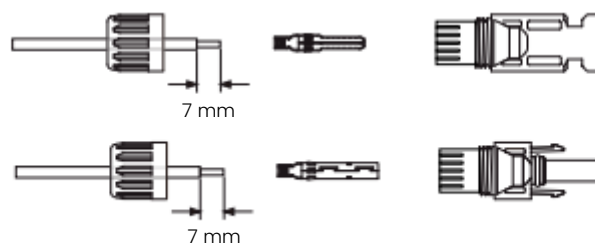

Abbildung 2.12 Anschluss-Abdeckmutter
1. Ziehen Sie die DC-Leitung etwa 7 mm ab und entfernen Sie die Abdeckmutter des Anschlusses (siehe Abbildung 2.12).